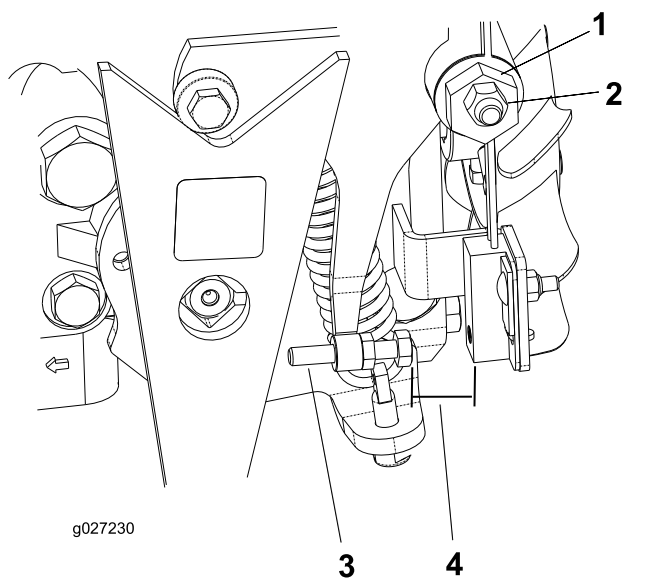

Figure 36
4. Desserrez le contre-écrou de la came de réglage de transmission (Figure 36).
5. Démarrer le moteur et tournez l'hexagone de la came (Figure 36) dans un sens puis dans l'autre pour déterminer la position centrale de la course de réglage du point mort.
3. Ajustez la vis jusqu'à obtention d'un écartement de 0,8 à 2,3 mm ; voir Figure 36.